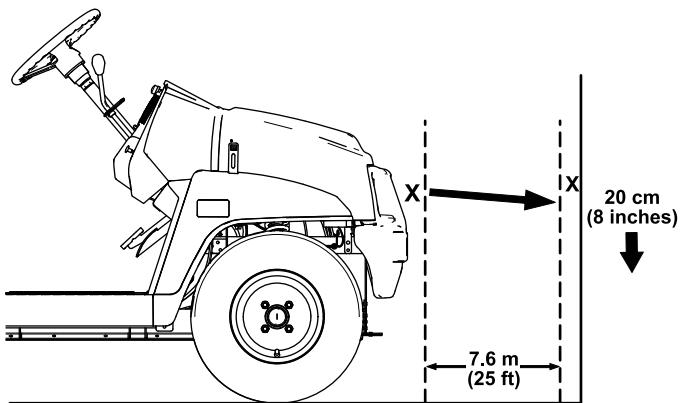

Bild 48
1. Stellen Sie die Maschine auf einer ebenen Fläche ab, dabei sollte der Abstand der Scheinwerfern ca. 7,6 m von einer Wand entfernt sein (Bild 48).
Der hellste Teil des Scheinwerfers sollte 20 cm unter der Markierung an der Wand liegen (Bild 48).